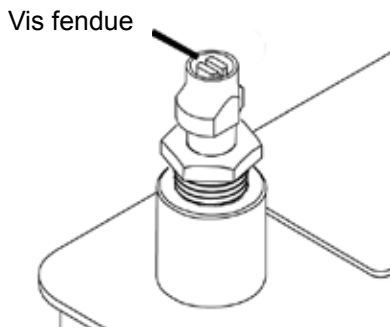

Figure 47. Purge d'air
1. Sur la vanne de gaz, repérer les réglages d'allure maximale et d'allure minimale. Voir les schémas Figure 45 à la page 74 à Figure 47 à la page 76.
Vérifier la présence de débris sur le brûleur. Déposer le bras de la soufflante pour accéder au brûleur. Déposer les quatre (4) boulons maintenant la soufflante au bras. (Voir figure 47.) Déposer les cinq (5) boulons maintenant le bras du brûleur en place. Retirer le brûleur par le haut. Si nécessaire, nettoyer le brûleur à l'air comprimé en le soufflant de l'extérieur vers le centre du brûleur et nettoyer les parties internes avec du produit pour vitres. Un brûleur trop encrassé est le signe d'une mauvaise combustion ou d'un air de combustion encrassé. Identifier la cause du problème et corriger. Si le joint du brûleur est endommagé, le remplacer lors de la repose du brûleur.